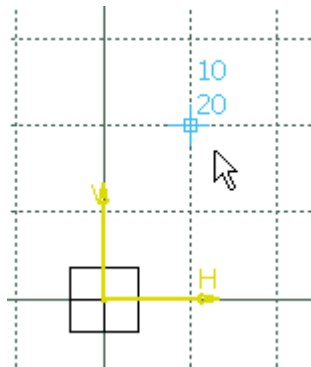

Рис. 45
1) Синій курсор **SmartPick** знаходиться у вузлі сітки і далеко від курсору, параметр "Snap to point" (прив'язка до точки) вибрано (Рис. 45).